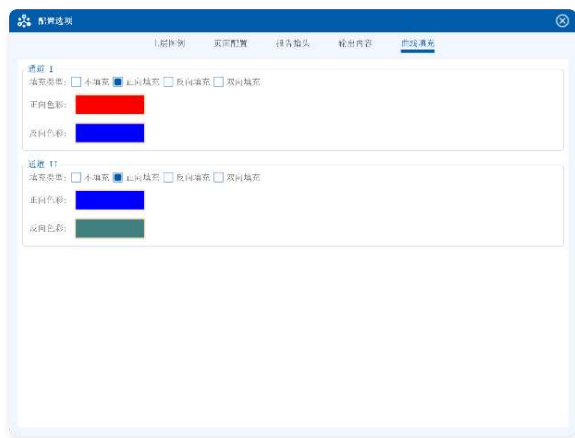

图 4.13 曲线填充
5. 曲线填充：设置波形进行正向、反向填充，孔中激振式默认为正向填充为 1 通道红色和 2 通道蓝色；如图 4.13 所示。